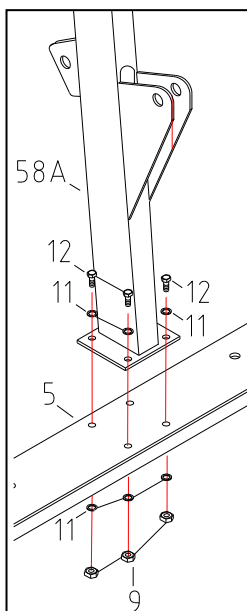

Fig. 3
Étape 3 (Fig. 3) :
Assemblez la rondelle (#11), le boulon (#12) d'un côté et l'écrou (9#) et la rondelle (#11), et de l'autre côté de la base (5#) dans l'ordre indiqué à la Fig. 3. Serrez ensuite l'écrou (9#).